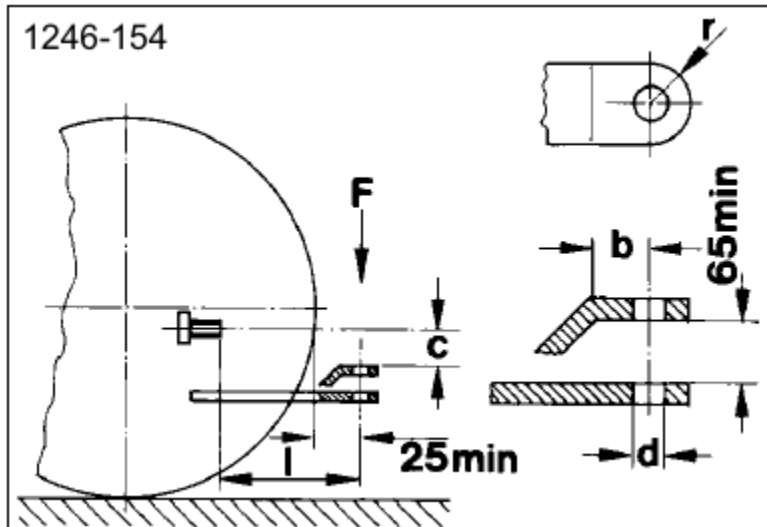

Рисунок 14
1) При условии соблюдения внешнего радиуса r, допустимы различные конструкции буксировочного устройства (см. Рисунок 14).